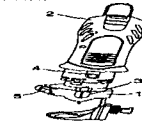

Fig. 4
2. Monte la bancada de manos libres tal como en la fig. 4.